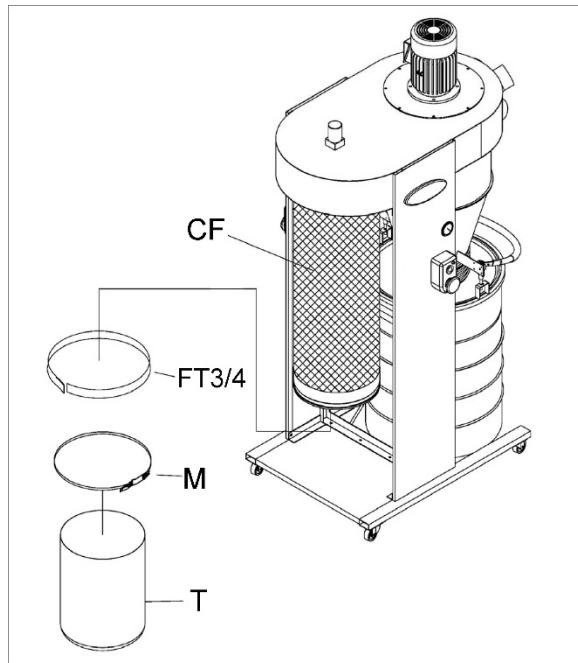

Figura 12
21. Aplique una tira de cinta de espuma (FT3/4, Figura 12) de 3/4 pulg de ancho en el extremo inferior del filtro del cartucho, justo por encima del labio.
22. Instale la bolsa colectora de cartucho (T) debajo del filtro de cartucho y sujetela con abrazadera de bolsa (M).